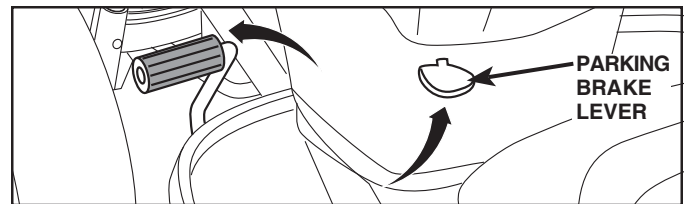

Fig. 23
1. SET PARKING BRAKE LEVER AND LOWER ATTACHMENT LIFT LEVER (See Fig. 23 and 24)